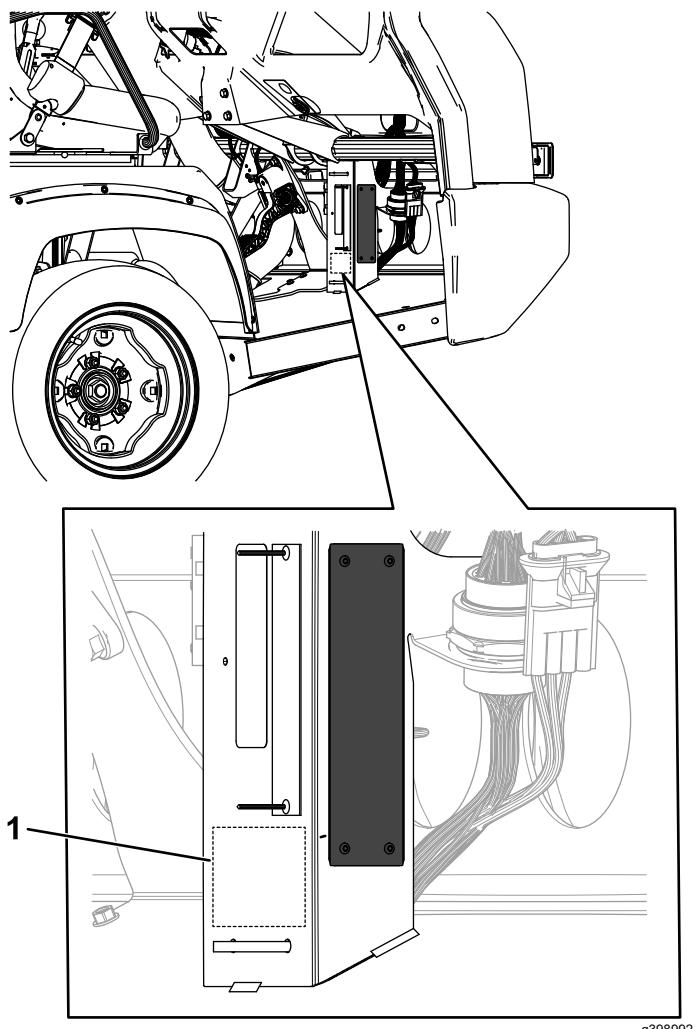

Рисунок 9
2. Выштампуйте заводской номер на машине в месте, показанном на Рисунок 9.